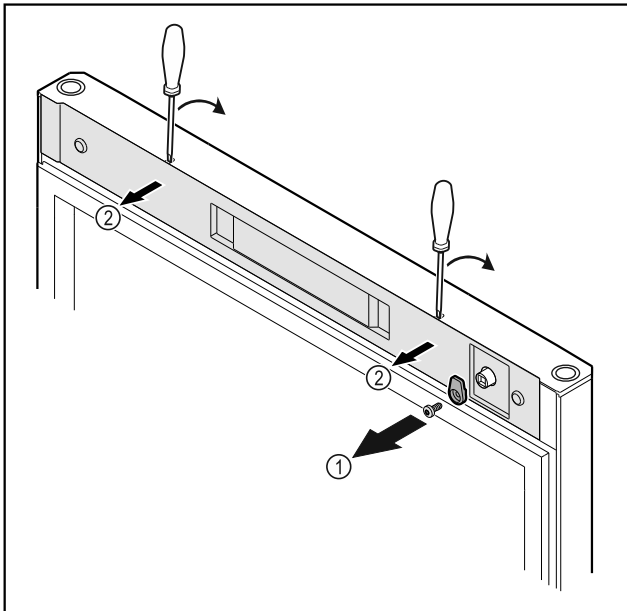

Fig. 19
- ▶ Ξεβιδώστε το άγκιστρο κλεισίματος Fig. 19 (1).
- ▶ Ξεκουμπώστε το κάλυμμα Fig. 19 (2) με ένα μικρό κατσαβίδι και αφαιρέστε το.